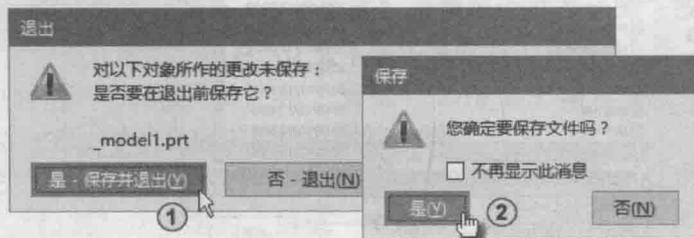

图 1-14 退出系统
不管采用哪种退出方式，在修改或进行新的操作后退出 UG NX 11.0 系统时，若没有将所做的工作保存，系统将弹出“退出”对话框提示是否真的要退出系统，单击“是 - 保存并退出”按钮，如图 1-14 中①所示。
系统又弹出“保存”对话框，单击“是”按钮，如图 1-14 中②所示。退出系统，文件被保存。保存文件后若选择退出系统，则不会出现对话框。